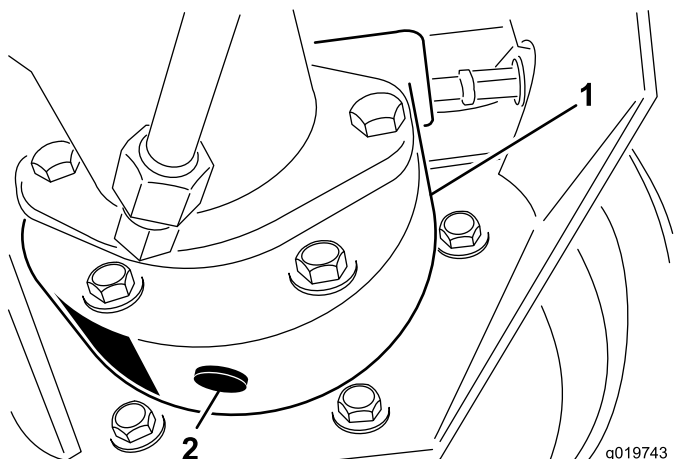

図 63
3. ブレーキハウジングの下に容器を置き、プラグを外してオイルを抜く 図 63。